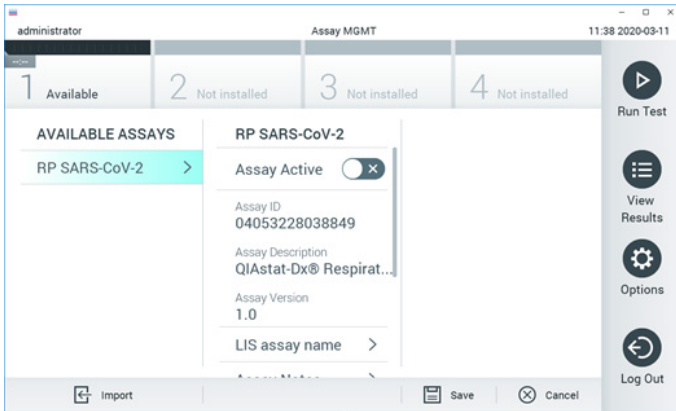

Figura 89. Schermata Assay Management (Gestione esame).
2. Premere il pulsante Options (Opzioni) e selezionare Assay Management (Gestione esame). Nell'area dei contenuti del display, viene visualizzata la schermata Assay Management (Gestione esame) (Figura 89).